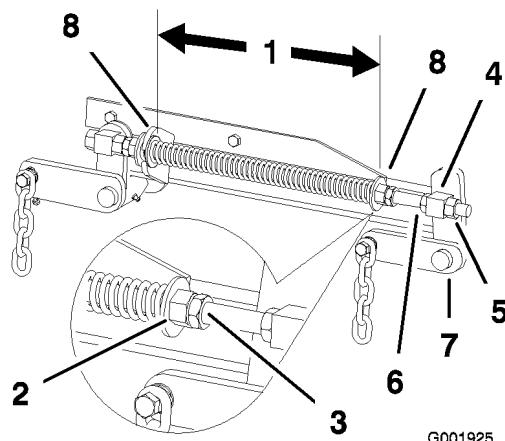

Figure 59
- Vérifiez que les deux grandes rondelles sont espacées de 28,2 cm (11-1/8 po) pour les plateaux de coupe de 52 pouces, et de 26,7 cm (10,5 po) pour les plateaux de coupe de 60 pouces (Figure 59).
- Réglez cette distance en desserrant l'écrou de blocage du ressort et en tournant l'écrou devant chaque ressort (Figure 59).
- Bloquez l'écrou en position en serrant l'écrou de blocage du ressort (Figure 59).